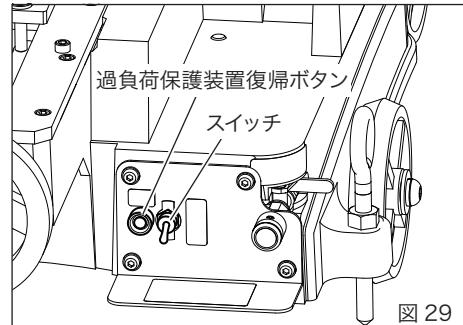

図 29
3. 切断中にモーターが停止した場合（図 29）
- ①スイッチを OFF にする
- ②原因を取り除く
- ③スイッチの下にある過負荷保護装置復帰ボタンを押す（図 29）